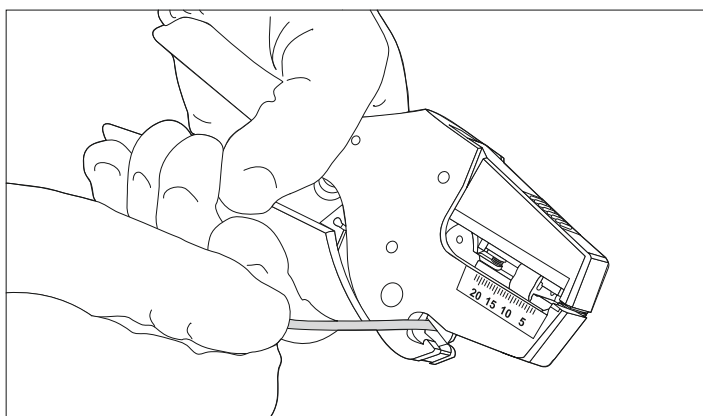

Рисунок 2
- 5.2 Відрізати необхідну довжину дроту. Для цього скористайтесь вбудованим у стрипер різак (рисунок 2).